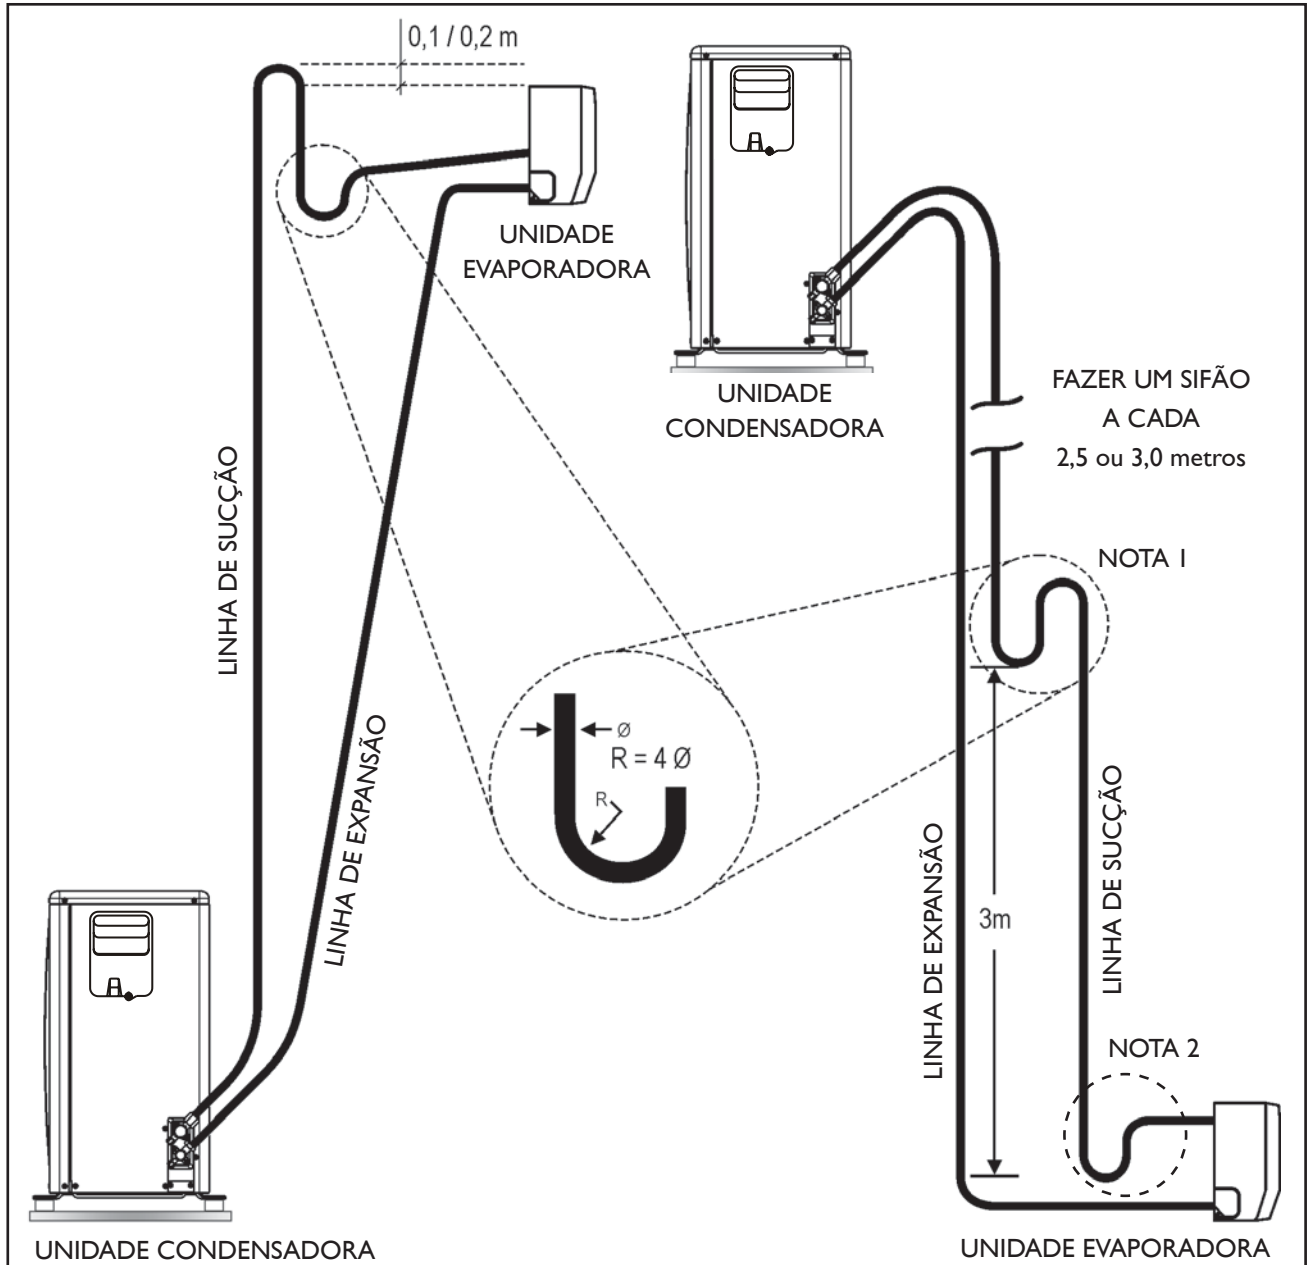

FIGURA 15 - SIFÃO NA LINHA DE INTERLIGAÇÃO
- 4° Inclinare as linhas horizontais de sucção no sentido do fluxo. (Figura 15)
- No caso de haver desnível entre 4 metros e 5 metros entre as unidades e estando a evaporadora em nível inferior, deve ser instalado na tubulação de sucção um sifão para cada 2,5 metros ou 3 metros de desnível (ver figura 15).
Convém também informar que deverá haver uma pequena inclinação na tubulação de sucção no sentido evaporadora-condensadora (ver Figura 15).